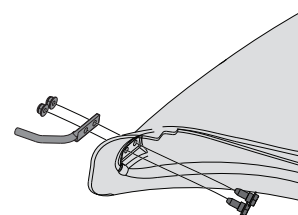

Figura 17
- Desde el interior del maletero, pase dos tornillos de tope de cabeza hexagonal (738-1225) a través de los orificios en la parte inferior delantera del maletero. Consulte la Figura 17.
- Coloque la varilla de montaje (747-06043) en su lugar sobre los tornillos de tope de cabeza hexagonal. Verifique que la punta de la varilla mire hacia afuera del maletero. Consulte la Figura 17.
- Comience a roscar las tuercas hexagonales (712-04064) en los tornillos de tope de cabeza hexagonal. Consulte la Figura 17.